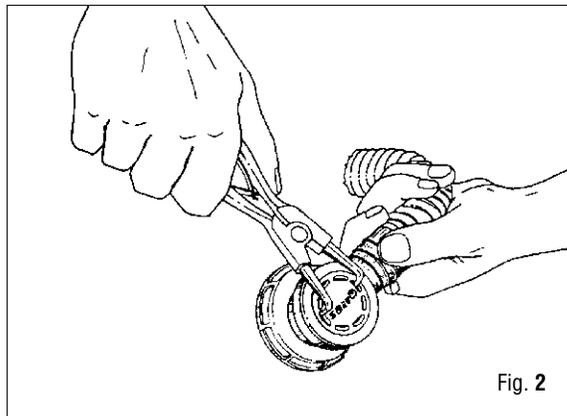

Fig. 2
1. Destornille la tapa (69) usando unas pinzas para seeger. (Fig. 2)
2. Extraiga de la tapa (69) el porta membrana (7) con la membrana correspondiente (6).
3. Quite la guarnición (67).